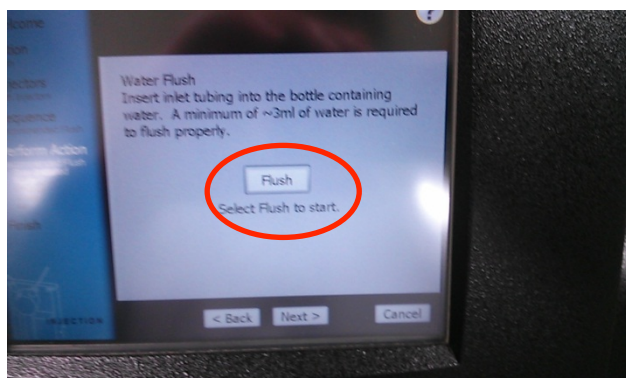

図 15
10) 図 15 の画面になったら Flush を押し洗浄を開始する。